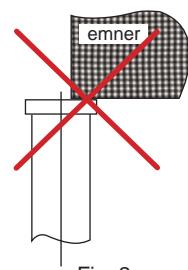

Fig. 2
- Juster aldrig sikkerhedsventilen (18), den er indstillet fra producenten af for at forhindre overbelastning. Komponenterne 10, 11, 18, 19, 20, 21 er alle en del af overlæstsikringen.
- Løft aldrig på kanten af donkraftens topplade (fig. 2). Belastningen skal altid være centreret på donkraftens midterlinie.